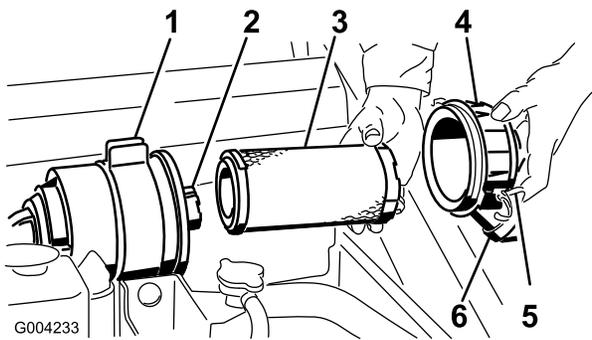

Figura 28
3. Abra los cierres del limpiador de aire y tire de la tapa del limpiador de aire para separarla de la carcasa del limpiador de aire (Figura 28).
- Extraiga con cuidado el filtro primario del cuerpo del limpiador de aire (Figura 28). Evite golpear el filtro contra el lado de la carcasa.
- Si va a cambiar el filtro de seguridad, deslice cuidadosamente el filtro nuevo en el cuerpo del filtro (Figura 28).
- Deslice cuidadosamente el filtro primario por encima del filtro de seguridad (Figura 28). Asegúrese de que está bien asentado empujando sobre el borde exterior del filtro mientras lo instala.
- Instale la tapa del limpiador de aire con el lado que lleva la palabra UP hacia arriba, y fije los cierres (Figura 28).